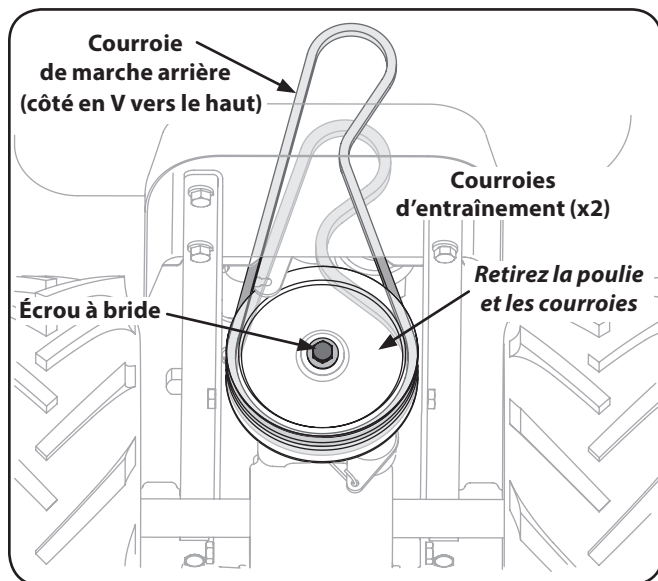

Figure 7-5
- Retirez l'écrou à bride qui fixe la poulie d'entraînement de la transmission, puis retirez la poulie, la courroie de marche arrière et les deux courroies d'entraînement. Voir Figure 7-5.